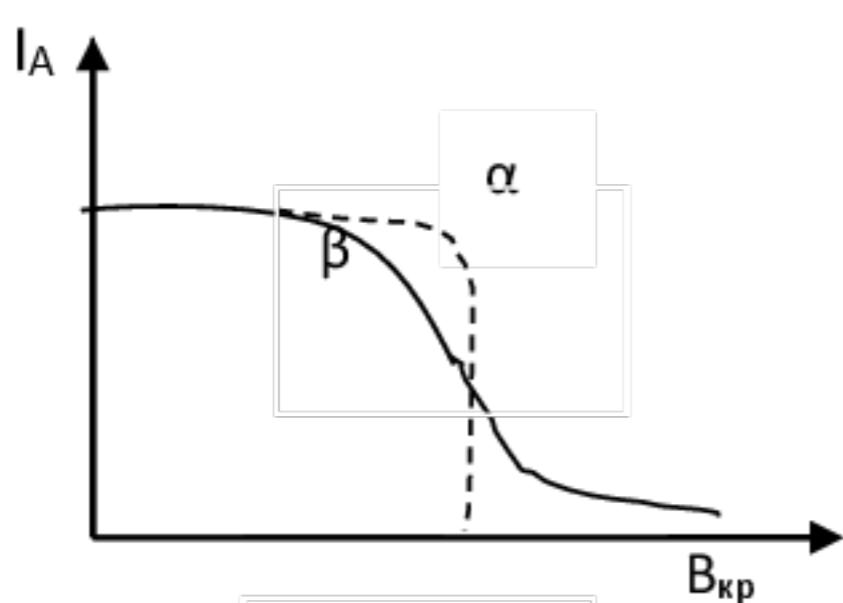

Рис. 3
В этом случае электроны перестанут достигать анода и будут по окружности возвращаться к катоду. При этом анодный ток I_A лампы, пропорциональный количеству электронов, достигающих анод в единицу времени, резко уменьшается теоретически до нуля (кривая (а) на рис.3). При дальнейшем увеличении индукции магнитного поля ($B>B_{kp}$) электроны будут круче заворачивать к катоду, а анодный ток останется равным нулю (рис.2). Наблюдение скачкообразного уменьшения анодного тока магнетрона в зависимости от величины магнитного поля лежит в основе используемого метода определения удельного заряда электрона. Расчетная формула для e/m легко получается из выражения для радиуса кривизны (6), если учесть его критическое значение (7) и выразить скорость электронов из формулы (1)
электроны, достигающие анод в единицу времени, резко уменьшается теоретически до нуля (кривая (а) на рис.3). При дальнейшем увеличении индукции магнитного поля ($B>B_{kp}$) электроны будут круче заворачивать к катоду, а анодный ток останется равным нулю (рис.2). Наблюдение скачкообразного уменьшения анодного тока магнетрона в зависимости от величины магнитного поля лежит в основе используемого метода определения удельного заряда электрона. Расчетная формула для e/m легко получается из выражения для радиуса кривизны (6), если учесть его критическое значение (7) и выразить скорость электронов из формулы (1)
Таким образом, для определения удельного заряда электрона методом магнетрона, достаточно снять зависимость анодного тока лампы I_A от тока в соленоиде I_c , так называемую сбросовую характеристику. Очевидно, форма графика этой зависимости должна быть аналогичной кривой $I_A=f(B)$, представленной на рис.3. Используя полученную кривую, на ней можно найти значение I_{kp} , а затем по формуле (8) вычислить e/m .
На рис.3 представлена идеализированная (а) и практическая(б) сбросовые характеристики. На последней, спадающий участок более размытый. Это объясняется как различного рода несовершенствами конструкции магнетрона. Сюда относятся не точная коаксиальность анода и катода, не строгая однородность магнитного поля внутри соленоида и др. Особо нужно отметить тепловой разброс начальных скоростей электронов, вылетающих с поверхности катода, приводящий к размытию кривой. В связи с этим затрудняется определение бросового, т.е. критического значения намагничивающего тока I_{kp} . По-видимому, наиболее удовлетворяющему теории, следует считать то значение I_c , при котором наблюдается наибольшее изменение I_A .